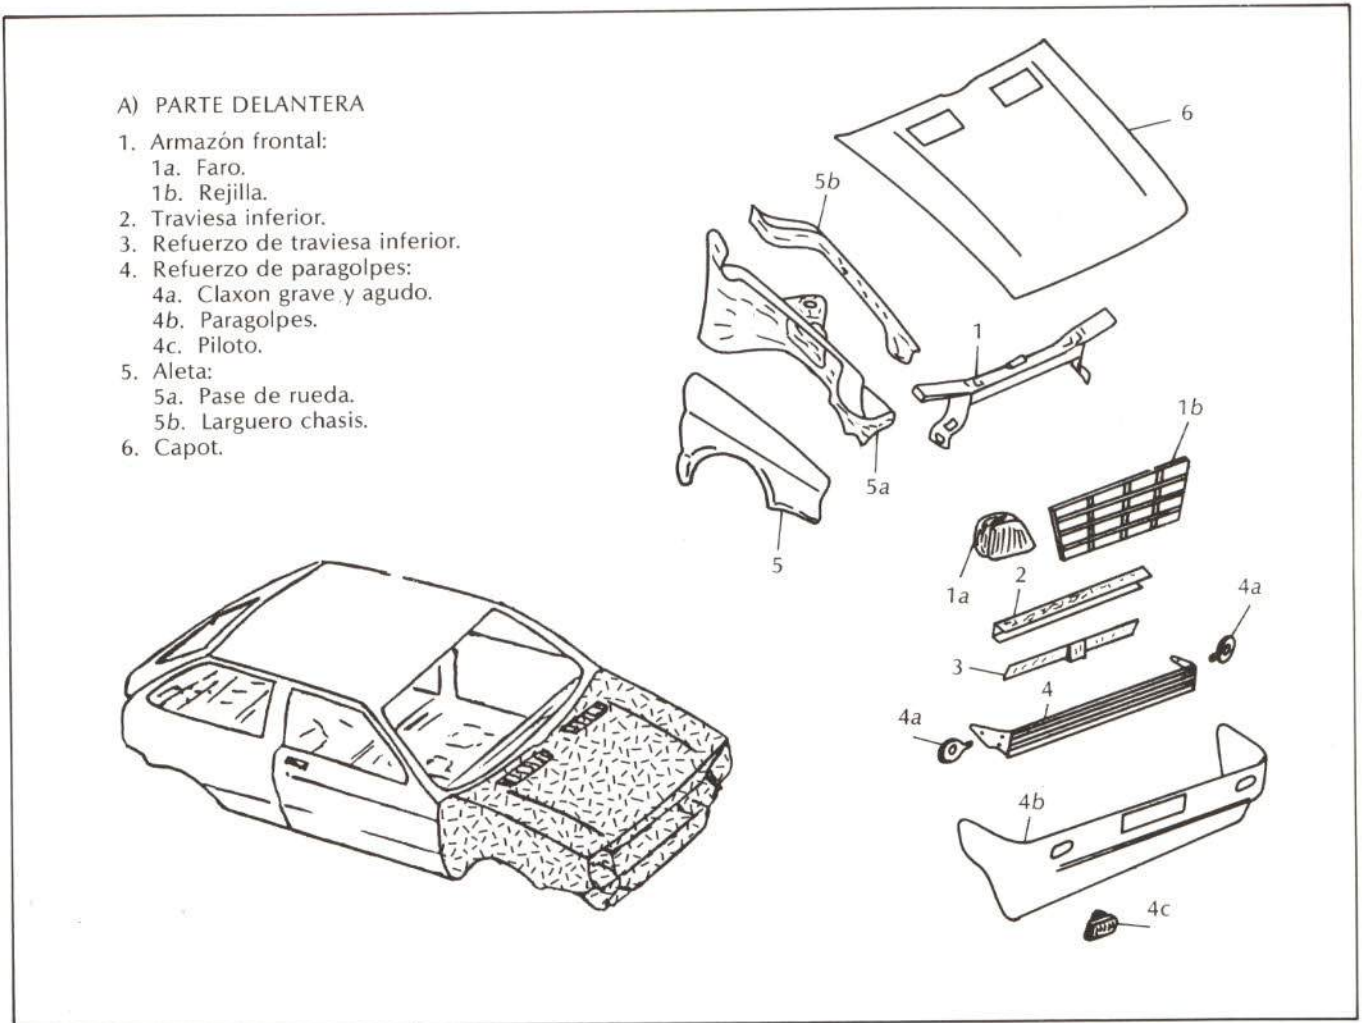
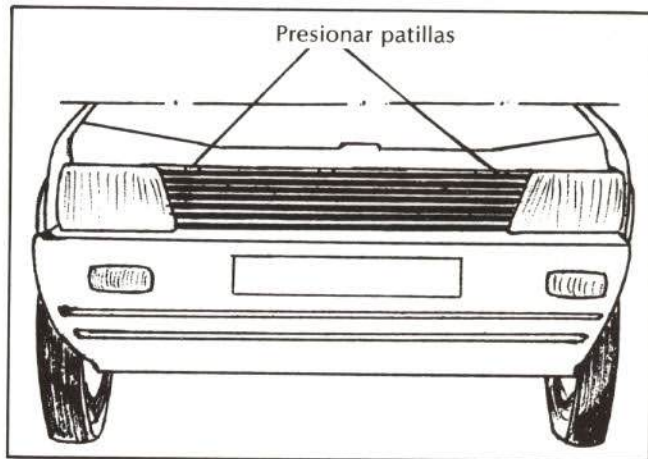

Fig. 1.—Despiece de la parte delantera.
Fig. 4.—Desmontaje de rejilla.
riores de los pases de rueda (5a en fig. 1) mediante tres puntos de soldadura, y a su vez también sirve de fijación a las aletas mediante un tornillo en cada extremo.
La rejilla (1b en fig. 1) está fijada con dos patillas rígidas a los apoyos del armazón frontal y con dos patillas flexibles a la travesía superior de armazón frontal. Para separarla basta con presionar dichas patillas en su parte flexible, hasta su liberación (véase fig. 4).
Es de destacar que los faros (1a en fig. 1) montan sus cristales separadamente de la parábola, a la que están unidos mediante cuatro grapas.
Los dos "claxons" (4a en fig. 1), el grave y el agudo, van fijados al refuerzo del paragolpes en los extremos mediante un tornillo, y a la instalación eléctrica con una clema.
Esta unida a las puntas de largueros de chasis (5b en fig. 1) mediante 10 puntos de soldadura y a cada pase de rueda con cinco. Estas uniones
- a) *Desmontar rejilla del radiador* (1b fig. 1)
- b) *Desmontar paragolpes anterior* (4b fig. 1)
- c) *Desmontar el refuerzo interno del paragolpes* (4 en fig. 1) y los "claxons" (4a en fig. 1)